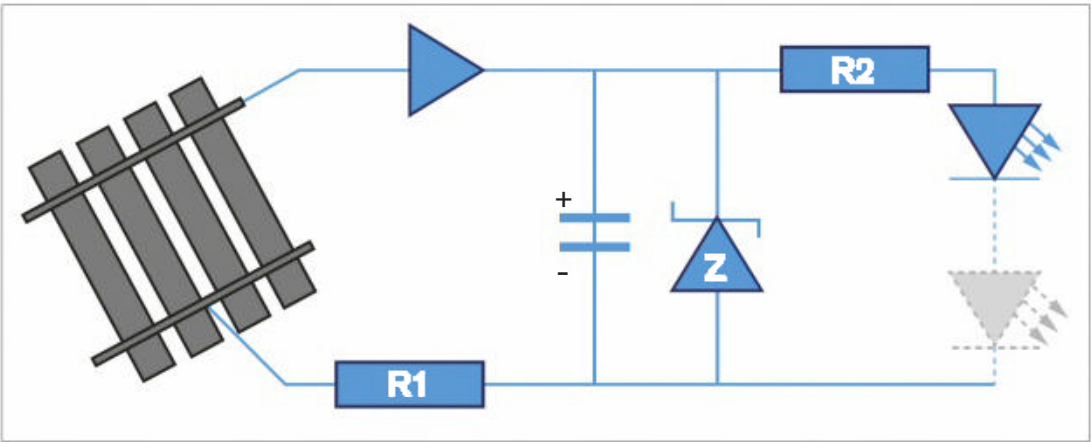

FIGURE 1. Schéma du montage en numérique.
► centrale en plaçant une diode (1N4007) et ainsi couper la composante négative de la tension appliquée (**figure 1**). Pour éviter un scintillement trop important par faux contacts, l'ajout d'un condensateur est nécessaire. Ici, un condensateur SDM Tantale (6 V – 1000 µF) est utilisé pour limiter l'encombrement. La seule contrainte est d'associer une diode Zener de 5 V (1 W) pour éviter tout risque d'appliquer une surtension au microcondensateur. Attention, ces condensateurs sont polarisés, il faut donc faire attention au sens de polarisation, la barre indiquant le pôle « + ». Les LED doivent être placées en série pour assurer une même luminosité sur les deux lanternes.